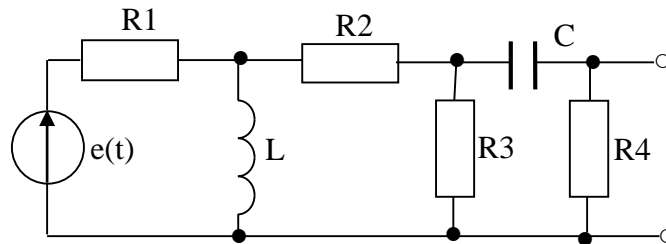

Рис. 1
2.1. Побудувати в робочому вікні програми EWB схему відповідно до рис. 1, підключити до входу та виходу схеми осцилограф в двохканальному режимі.